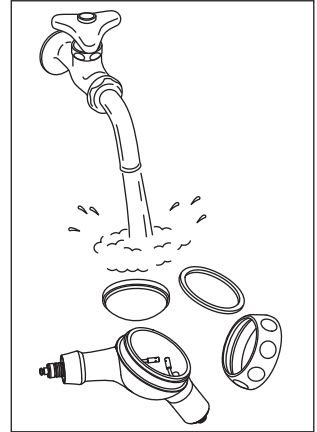

Abb. 14
- 3) Das im Inneren des Pulverbehälters und des Pulverbehälterdeckels klebende Reinigungspulver unter fließendem Wasser auswaschen. (Abb. 14)